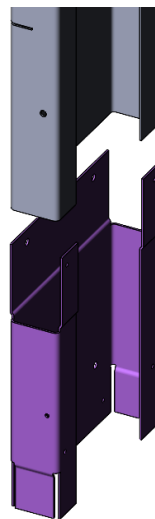

рис.4.1
2. Для каркаса к полотнам, высотой 3000мм, необходимо нарастить притвор (P) с помощью адаптера (А), закреплённого в нижней части детали с помощью саморезов 3,5х9мм (рис.4.1).